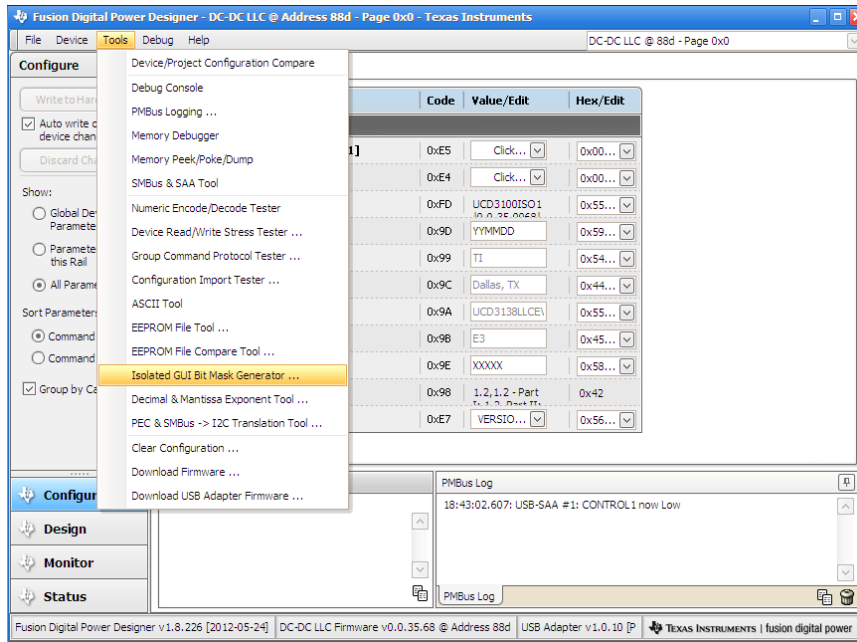

图 2: 运行 Isolated GUI Bitmask Generator
| 图 2: | 运行 Isolated GUI Bitmask Generator | 4 |
- 1) 如图 2，在菜单“Tools”中点击 Isolated GUI Bitmask Generator Tool;